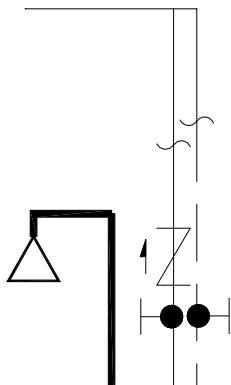

图 14-24 绘制接热水器给水管线
**05** 绘制接热水器的给水管线。在命令行中输入 HZGX 命令按回车键，绘制给水管线，结果如图 14-24 所示。